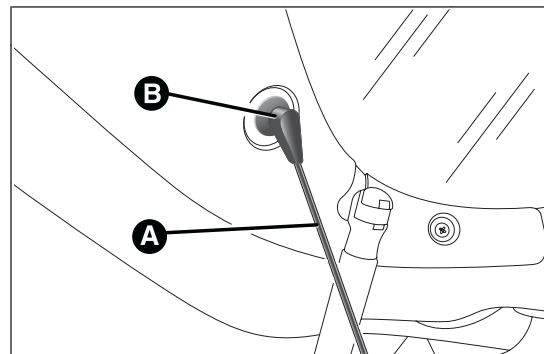

fig. 59
- dégager les extrémités des deux tirants A fig. 59 qui soutiennent la plage arrière en extrayant les boutonnieres B des axes ;